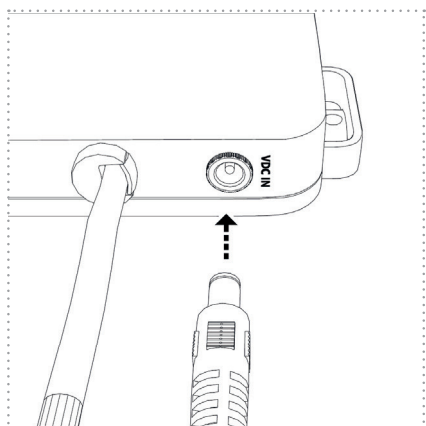

Figure 20
5. Enfichez maintenant la fiche du câble de raccordement (alimentation électrique) dans la prise de raccordement prévue à cet effet sur l'unité UV (Figure 20).